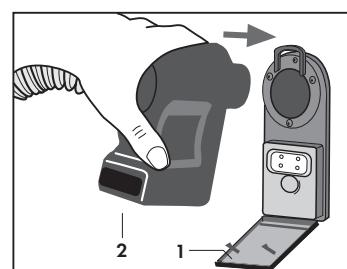

Fig. 8
- Aprire completamente lo sportello (1) della presa accessori (Q) ed inserire l'attacco rapido (2) del tubo flessibile (20) nella presa posta sulla parte anteriore dell'apparecchio, premendo a fondo (**Fig. 8**).